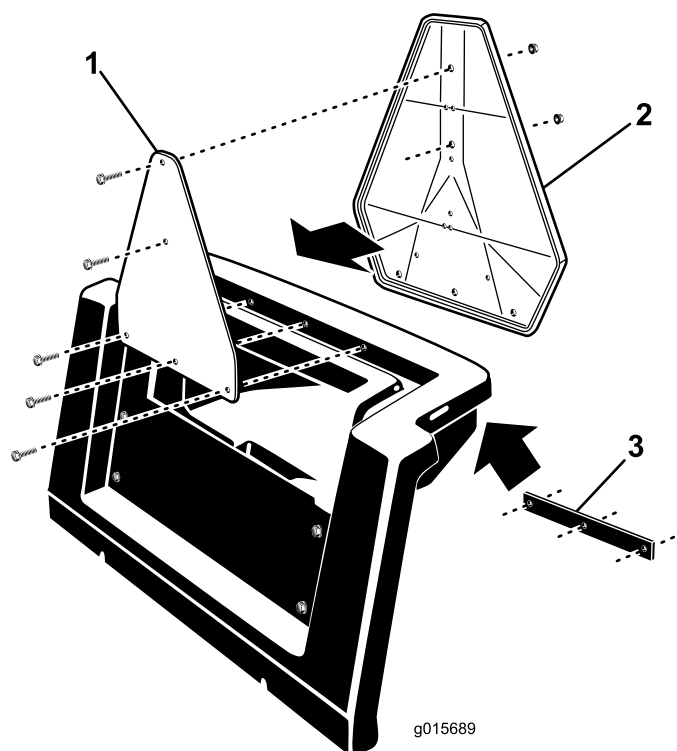

Figure 3
5. Montez le support de triangle sur le boîtier de rangement au moyen de la barrette, de (3) vis à métaux 1/4 x 3/4" et (3) écrous à embase 1/4" (Figure 3).
6. Montez le triangle pour véhicule lent sur le boîtier de rangement au moyen de la barrette, de (2) vis à métaux 1/4 x 3/4" et (3) écrous à embase 1/4" (Figure 3).
7. Reposez le boîtier de rangement et fixez le support au cadre de la machine avec les fixations retirées précédemment. Veillez à engager les crans au bas du boîtier sur les (2) boulons du cadre.